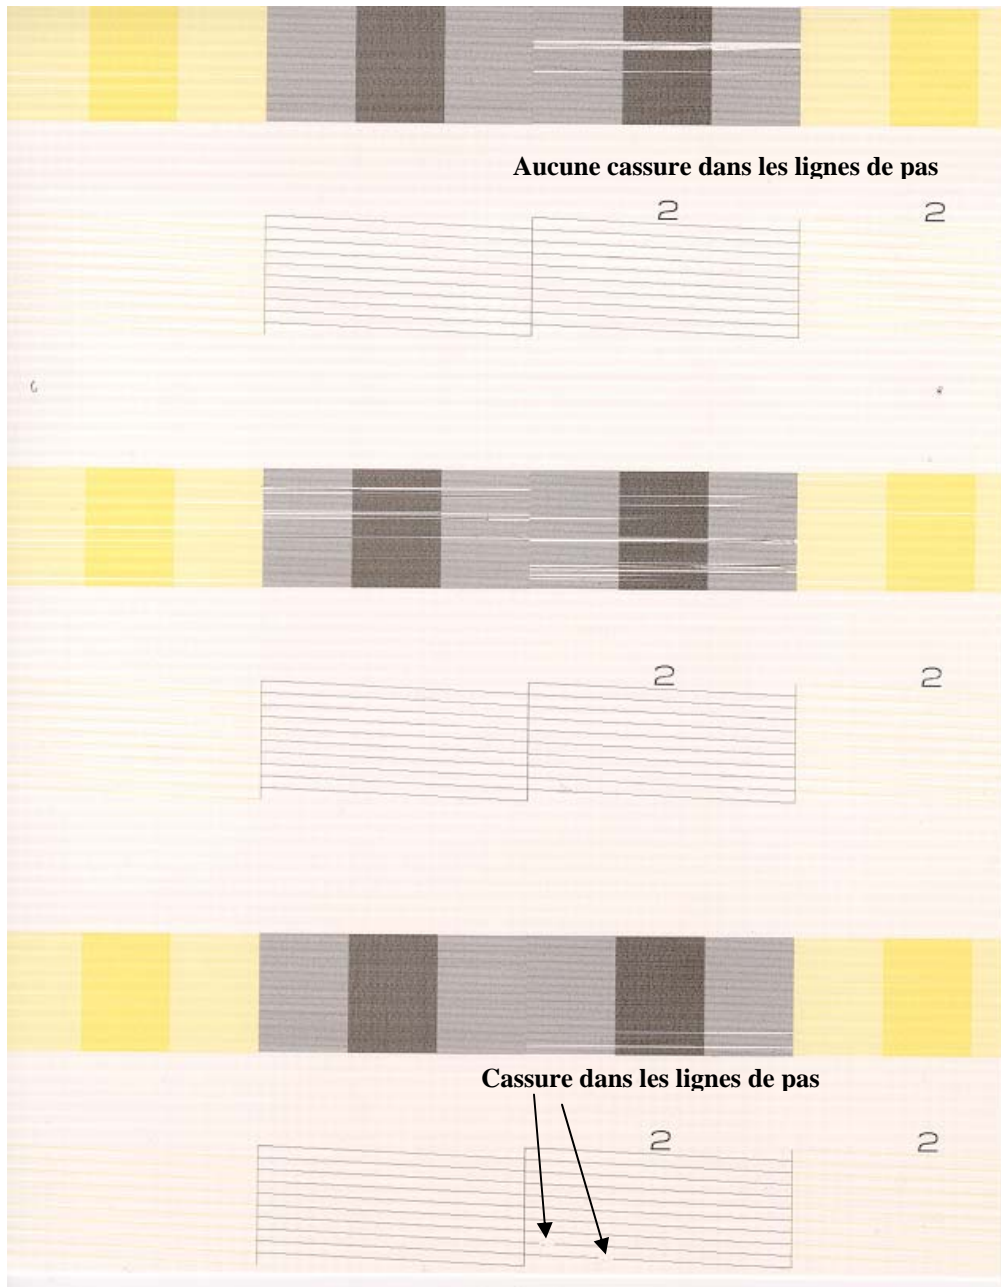

Figure 1. Carte test de vérification des buses
- Lors de l'évaluation de la carte test de vérification des buses, faire particulièrement attention aux cassures dans les « lignes de pas » comme ceci est indiqué à la Figure 1. Les lignes ou les cassures dans les barres solides n'indiquent pas qu'une buse est bouchée.